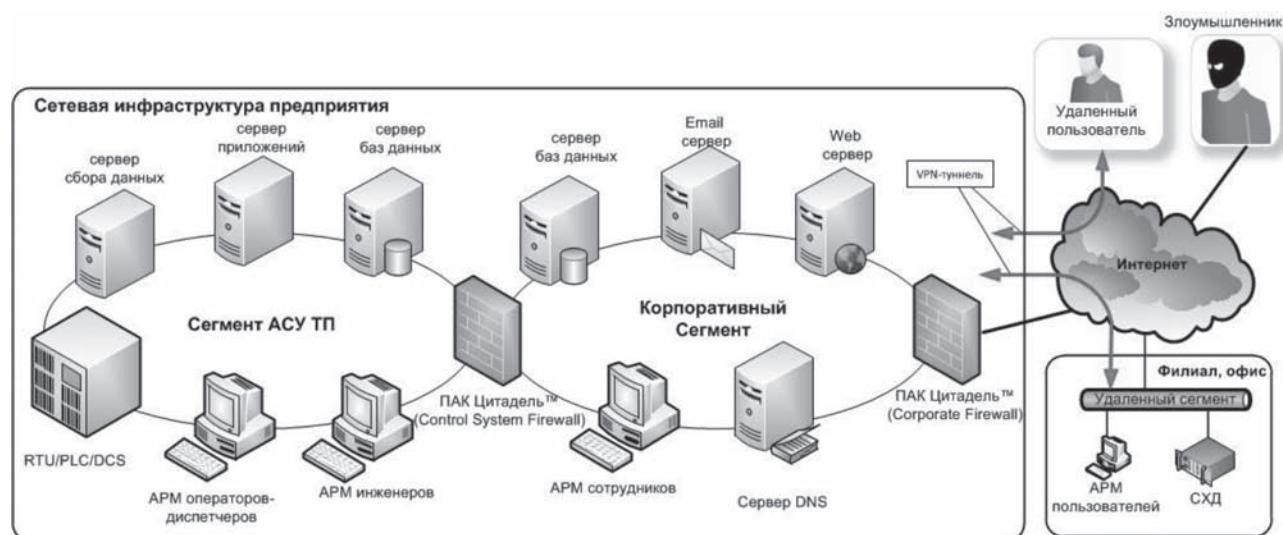

Рисунок 1. Вариант построения защищенной сетевой инфраструктуры предприятия, имеющего АСУ ТП
- защищать корпоративную подсистему от «внешних» сетей межсетевым экраном (**Corporate Firewall**) (см. рисунок 1);
Таким образом, для ПАК Цитадель™, в качестве Control System Firewall (см. рисунок 1), достаточно активировать функции Network Security (Сетевая безопасность). При этом будут обеспечены: защита информационной системы предприятия от различного рода сетевых атак (IPS, AntiDoS), возможность резервирования ширины канала и поддержка набора протоколов туннелирования для создания удаленных соединений (SSL Remote Access, IPSec Remote Access), интеграция с серверами Active Directory, eDirectory, RADIUS, TACACS+, LDAP). А на ПАК Цитадель™, защищающий корпоративный сегмент Corporate Firewall (см. рисунок 1), целесообразно дополнительно к Network Security возложить функции: